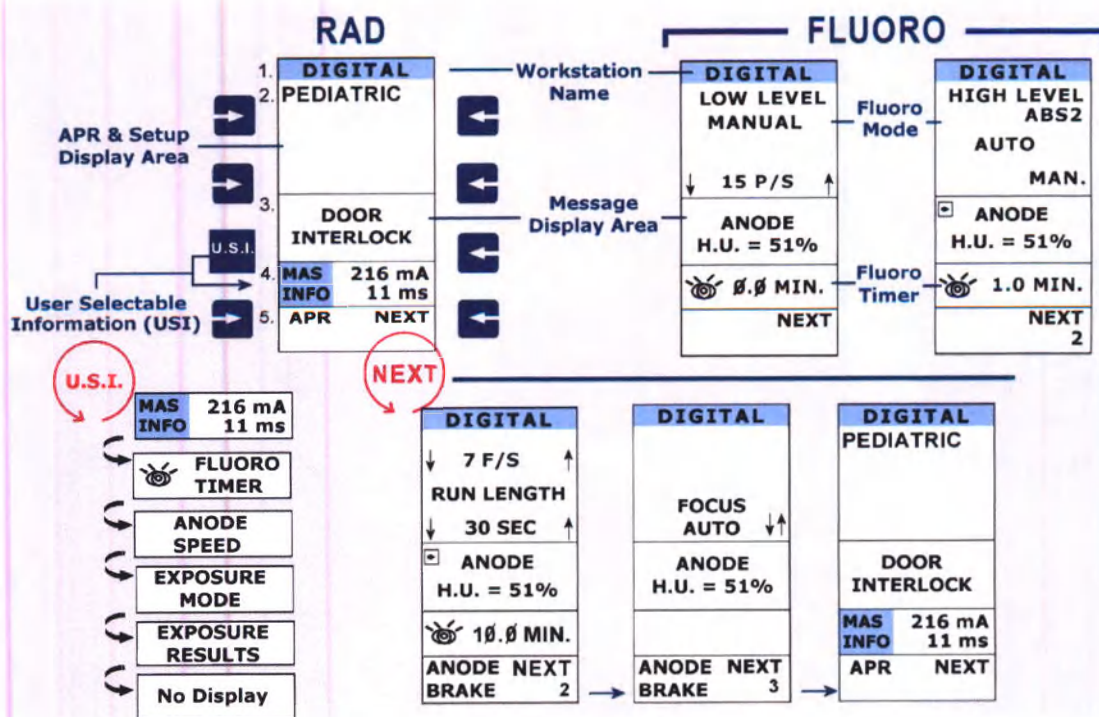

Рисунок 1.19 - Графический экран
Графический экран, расположенный в правой части пульта, обеспечивает оператора необходимой информацией и выбором, соответствующим текущей или запланированной задаче. Экран разделен на пять (5) зон, в каждой из которых отображается особая информация по рентгенографии и скопии (рисунок 1.19). Некоторую информацию может выбирать пользователь.